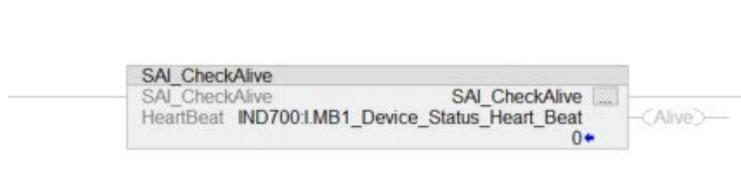

图 2-28：具有不同实例参数的 SAI\_CheckAlive AOI
**答：**不用，AOI 实例可以任意命名，但名称必须是唯一的。这样可以确保，如果我们使用多个相同的 AOI，可以在代码中区分它们。有关 AOI 实例名称与 AOI 名称不匹配但仍然有效的示例，请参阅图 2-28。